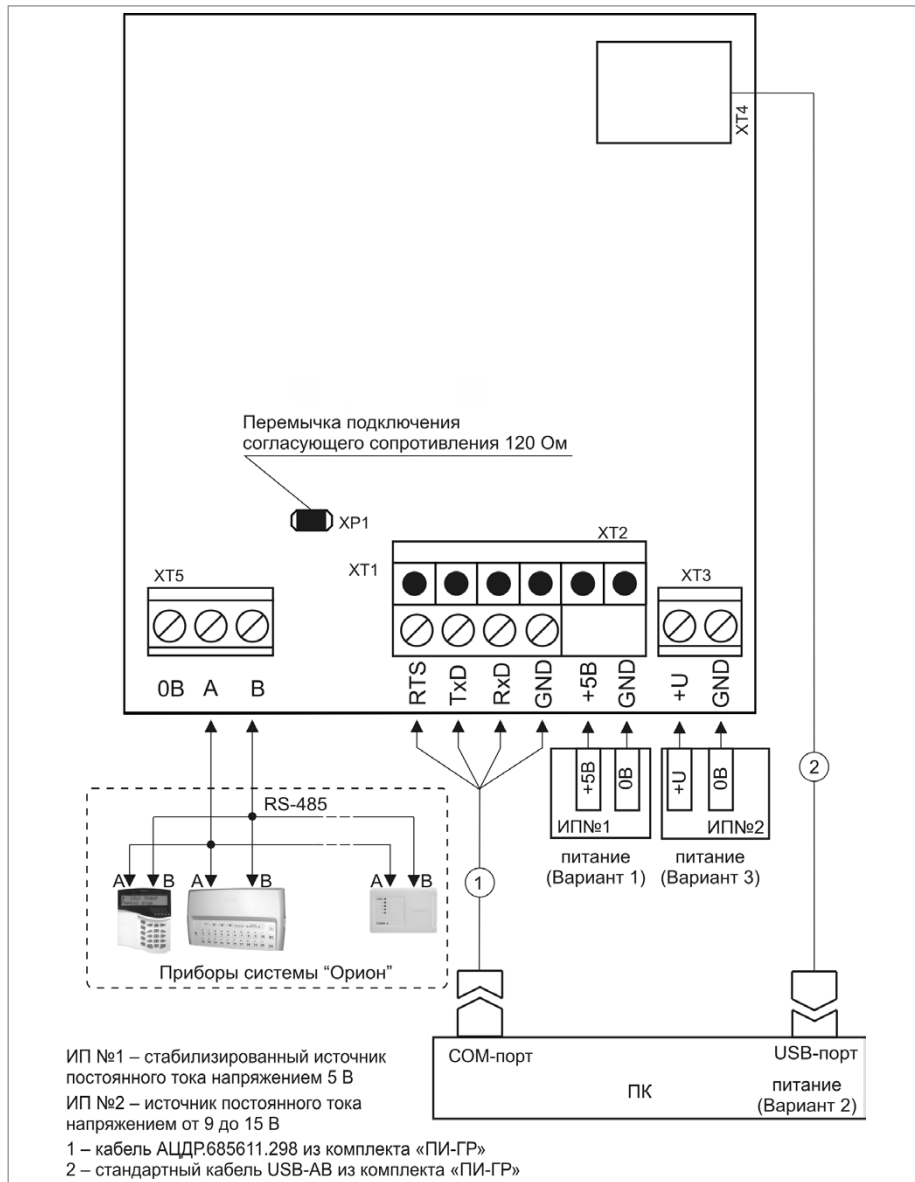

Рисунок 5. Схема внешних соединений «ПИ-ГР»
1.3. Подключите преобразователь в соответствии с проектной документацией и схемой на Рисунок 5.